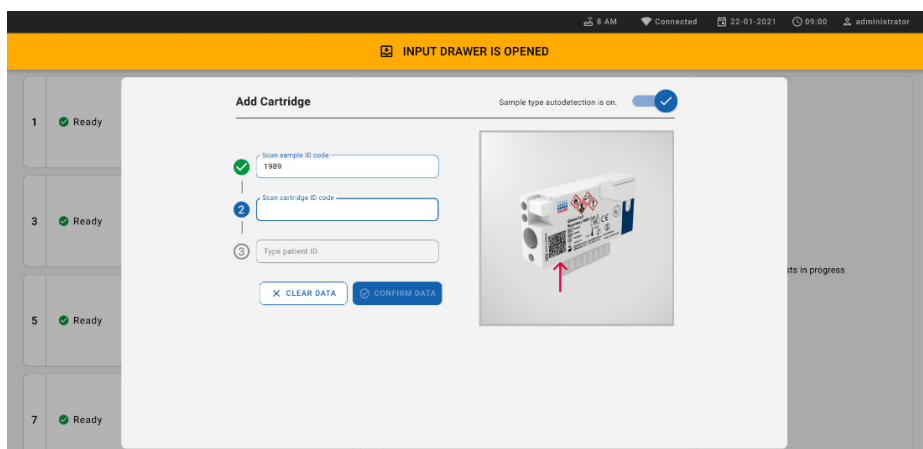

Figura 57. Ecranul Scan cartridge ID (Scanare ID cartuș)
8. După introducerea codului de bare cu ID-ul probei, scanați codul-de bare al QIAstat-Dx Respiratory SARS-CoV-2 Panel Cartridge pe care îl veți folosi (poziție indicată de săgeată). QIAstat-Dx Rise recunoaște automat testul care trebuie rulat, pe baza codului de bare al QIAstat-Dx Respiratory SARS-CoV-2 Panel Cartridge (Figura 57).